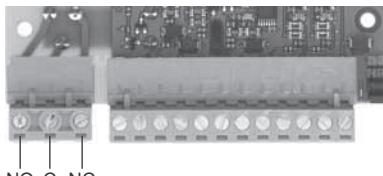

Abb. 2 Relaisausgang
Das Relais vom IO-Modul kann wahlweise als Schließer (NO) oder Öffner (NC) verwendet werden. Den Anschluss an das Relais zeigen die Abb. 2 und der Abschnitt 6. *Übersicht über die Ein- und Ausgänge*.